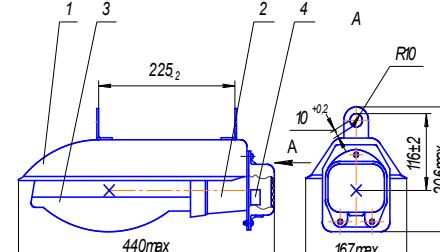

Рис. 1
1.1 Светильник ЖСП150-600-002У5 (рис.1) предназначен для освещения растений в вегетационно-климатических сооружениях.
8.2 Для подготовки светильника к работе согласно рис. 1 необходимо: снять крышку, отвернув винты; пропустить кабель (провод) через уплотнительный ниппель, закрепить зажимом и подсоединить жилы кабеля (проводов) к клеммной панели, согласно схемы (рис 2), жилу заземления подсоединить к заземляющему контакту; закрыть крышку; подвесить светильник за скобы подвеса; ввернуть лампу 3 в патрон 2 и отрегулировать направление светового потока на освещаемую поверхность согласно инструкции по эксплуатации лампы «REFLUX».